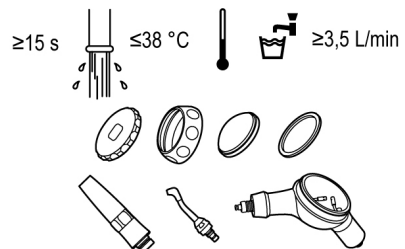

Fig. 24
6. Retirez les contaminants à la surface des produits sous l'eau courante avec une brosse à poils souples (Fig. 24).